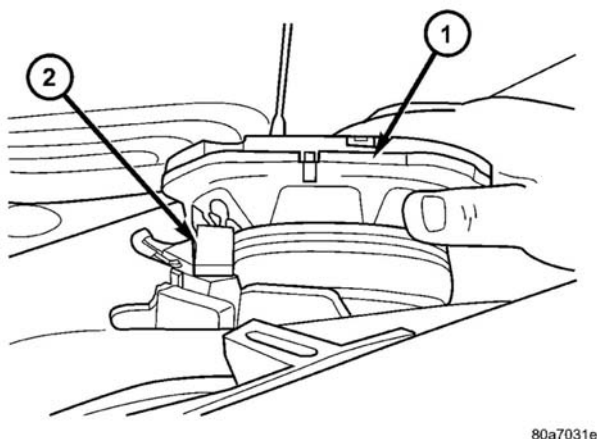

图 14 仪表板扬声器
- (1) 断开并使蓄电池负极电缆绝缘。
- (2) 拆卸 A 柱装饰板。（参见章节 23—车身 / 内饰 / A 柱装饰板—拆卸）
- (3) 拆卸仪表板上部垫板。（参见章节 23—车身 / 内饰 / 仪表板上部垫板—拆卸）
- (4) 拆卸扬声器螺丝（图 14）。